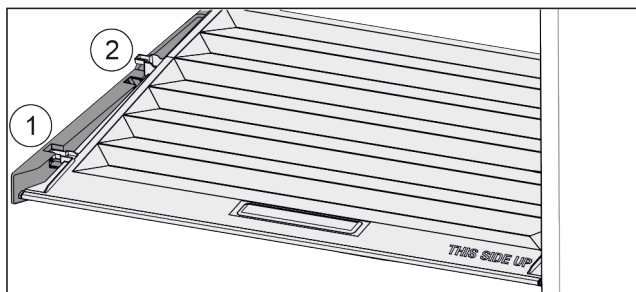

Fig. 83
- ▶ Pokrov povlecite naprej Fig. 83 (1) do odprtine v držalnih delih.
- ▶ Zadaj ga od spodaj dvignite in odstranite Fig. 83 (2) navzgor.